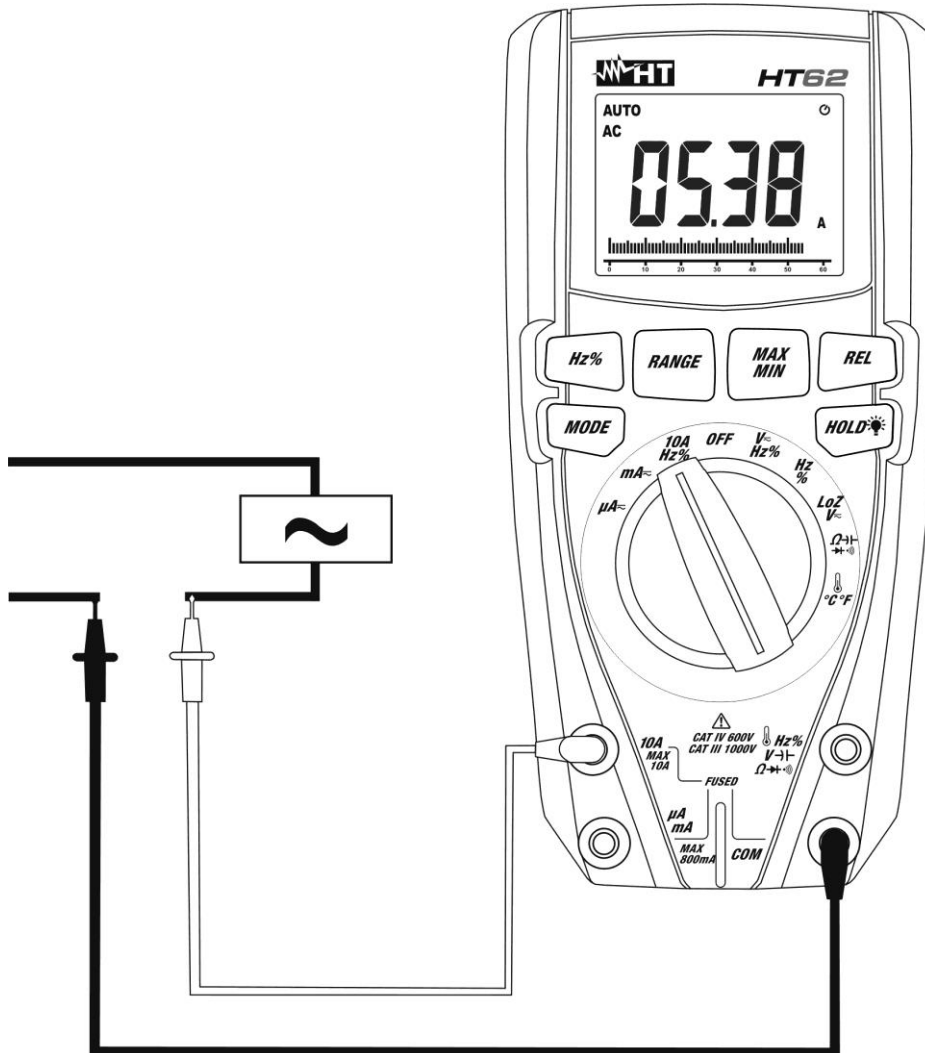

Fig. 11: Uso del instrumento para medida de Corriente CA
5. Conecte la punta roja y la punta negra en serie con el circuito del que se quiere medir la corriente respetando la polaridad y el sentido de la corriente (vea la Fig. 11)